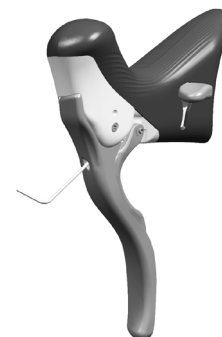

Fig.4
- Insérer dans le trou Y une clé Allen de 2,5 mm afin d'atteindre la vis sans tête (Fig.4).